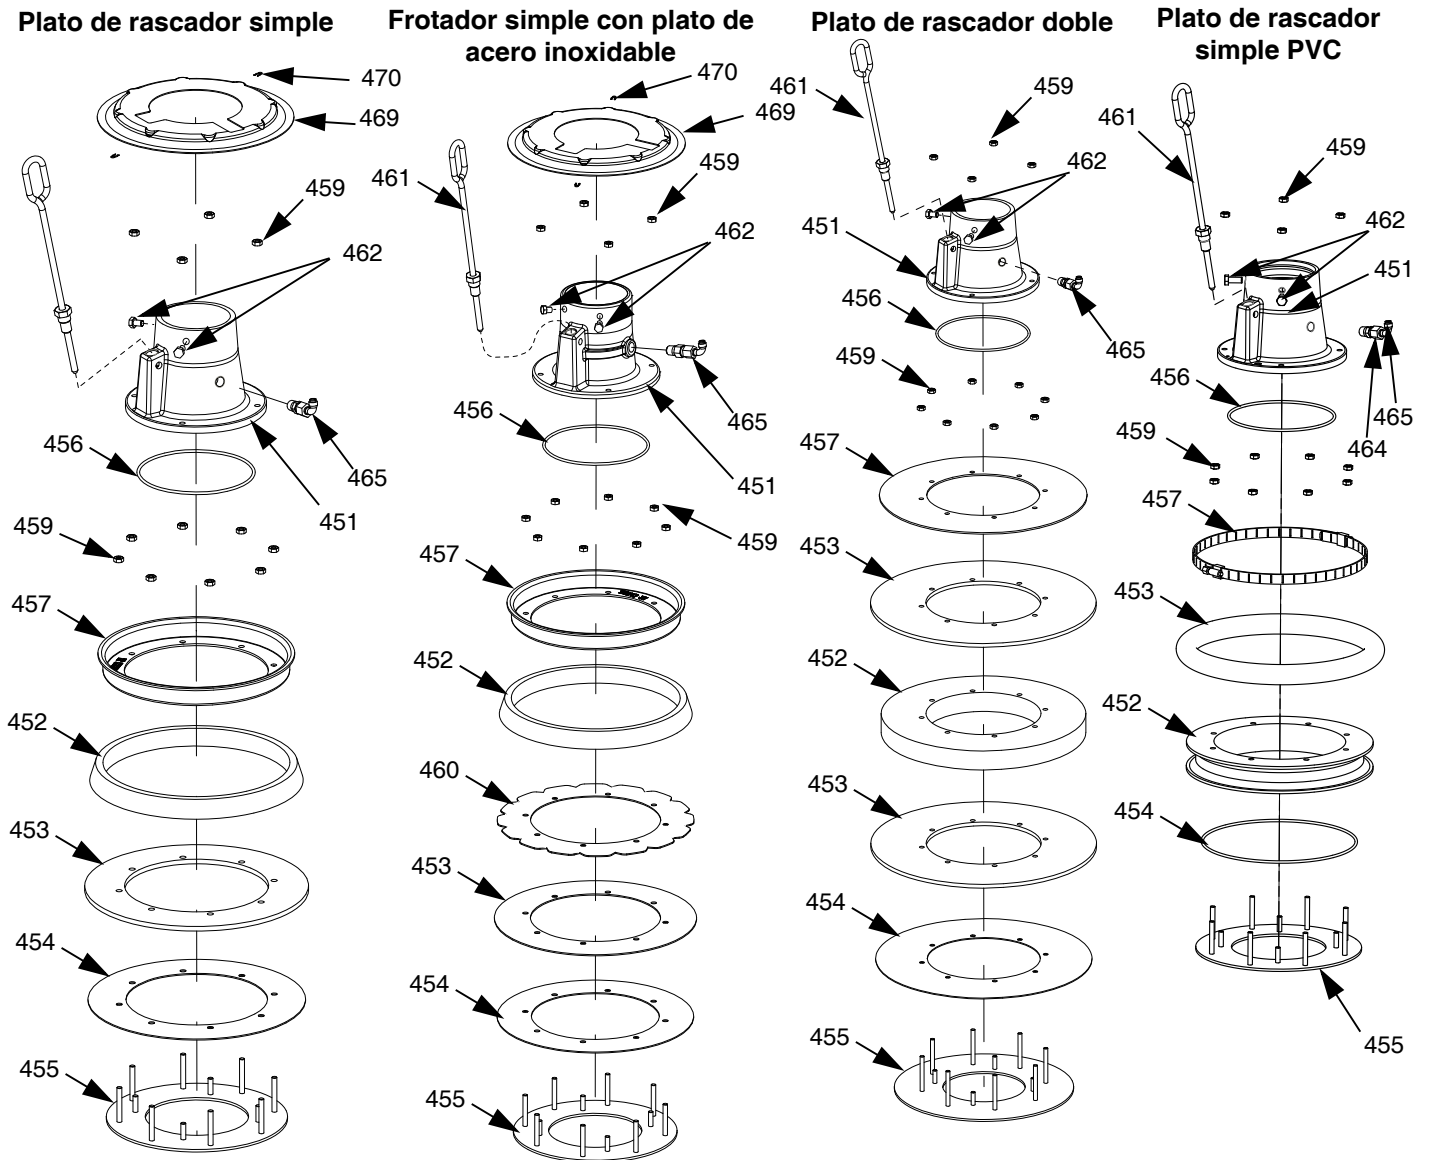

Fig. 14: Conjuntos de rascadores simples y dobles
1. Retire el conjunto de rascadores; vea la FIG. 14:
- a. Para todos los platos con rascador simple: Retire dos horquillas (470) con alicates de punta de aguja y retire la cubierta del plato (469).
- b. Retire ocho tuercas (459) que sujetan el conjunto del rascador a la pieza fundida del plato (451) y retire el rascador.
2. Retire ocho tuercas (459) en el conjunto del rascador.
3. Separe el plato superior (457), espaciador (452), rascador(es) (453), soporte de rascador (454) y plato inferior (455).